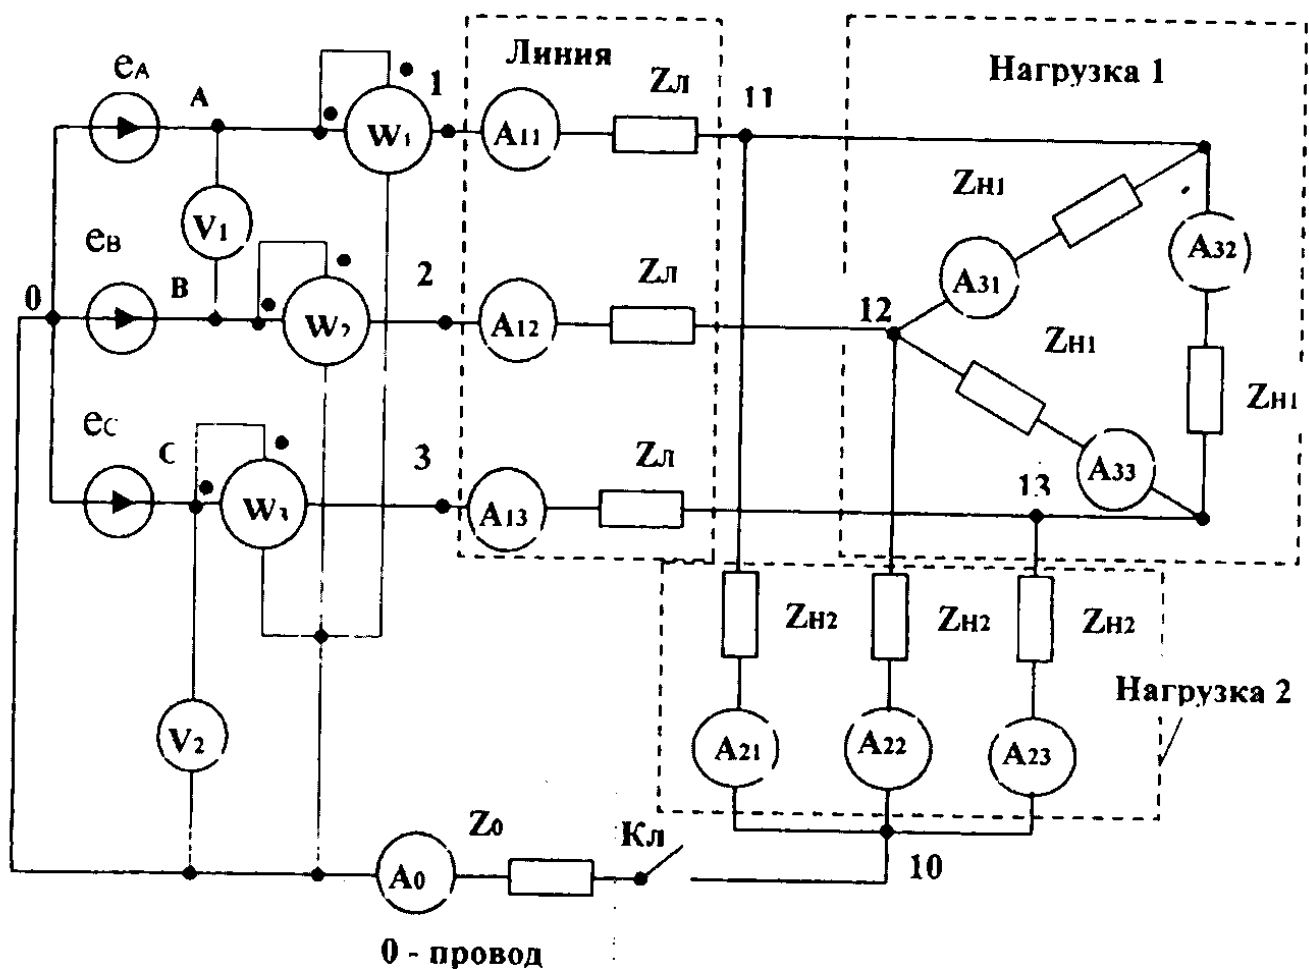

Рис. 3.1. Исходная схема к заданию № 3
Исходная схема (рис. 3.1) содержит симметричную трехфазную систему несинусоидальных источников ЭДС, соединенных в звезду; симметричную трехпроводную линию и две симметричные нагрузки: первую, соединенную в треугольник, и вторую, соединенную в звезду. Общие точки источников ЭДС и второй нагрузки соединяются между собой нулевым проводом с помощью ключа. Нагрузка, нулевой и каждый линейный провод содержат активные, индуктивные и емкостные сопротивления. В зависимости от номера варианта задания в нулевом проводе, а также в ветвях нагрузок, некоторые из этих сопротивлений отсутствуют.
В схему рис.3.1 включены вольтметры V_1 и V_2 , измеряющие соответственно линейное и фазное напряжения источников ЭДС, а также амперметр в нулевом проводе - A_0 . Показания этих приборов следует определять независимо от варианта задания при включенном и отключенном положении ключа. Остальные приборы (ваттметр и амперметры) включаются в линейные провода и ветви нагрузок выборочно, в зависимости от варианта задания.
- соединить фазные ЭДС генератора по схеме звезда (обозначения остаются теми же, что и на рис. 3.1);
4. Рассчитать и построить кривую изменения напряжения по времени между указанными в нижней строке карточки точками схемы рис. 3.1. Расчеты пунктов 3 и 4 выполнить для замкнутого и разомкнутого положения ключа.